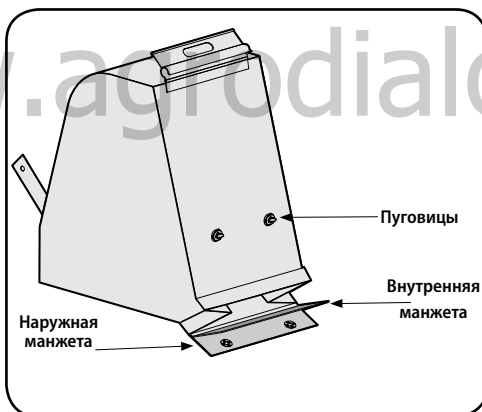

Рисунок 4-3
5. Поверните две пуговицы на задней части мешка, чтобы его растегнуть и удалить содержимое. См. рисунок 4-3. Во время опорожнения мешка держите его за рукоятку и зажим.
7. Наложите наружную манжету на внутреннюю и вставьте пуговицы мешка в отверстия с металлическими окантовками. См. рисунок 4-3.